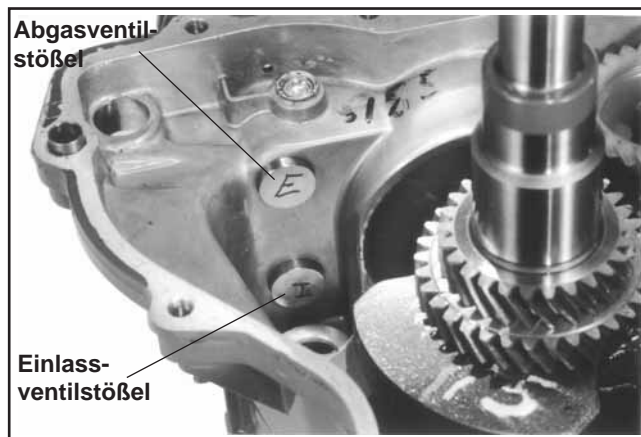

Abbildung 9-48. Identifizierung der hydraulischen Stößel.
- Markieren oder identifizieren Sie die hydraulischen Stößel als Einlass- oder Auslassstößel. Siehe Abbildung 9-48. Stößel aus dem Pleuellager entfernen.